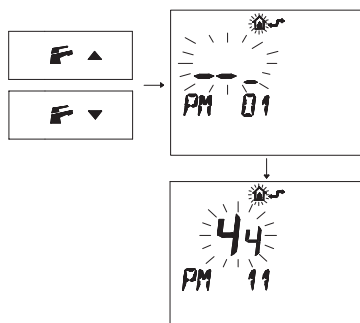

Figura 5.58
- Premere i pulsanti o per visualizzare la programmazione "**PM11**" della postcircolazione pompa (Figura 5.58).